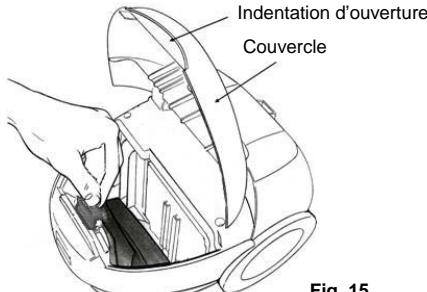

Fig. 15
- Pour ouvrir l'unité centrale, tirez sur l'indentation d'ouverture. (Fig. 15)